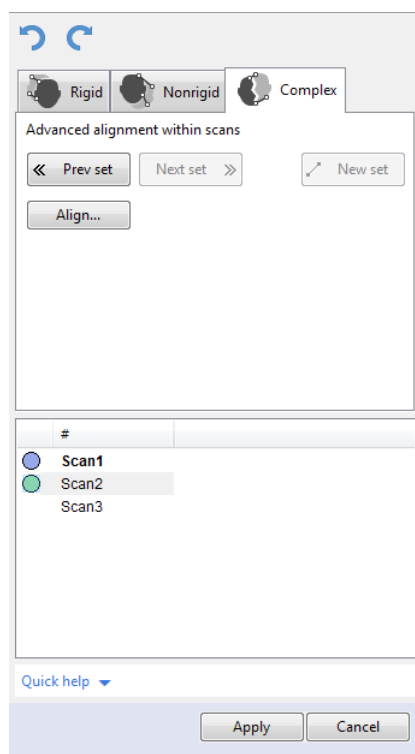

Рис. 8.32: Панель Сборка: вкладка Сложная
1. Убедитесь, что выбрана вкладка *Сложная* (см. Рис. 8.32).